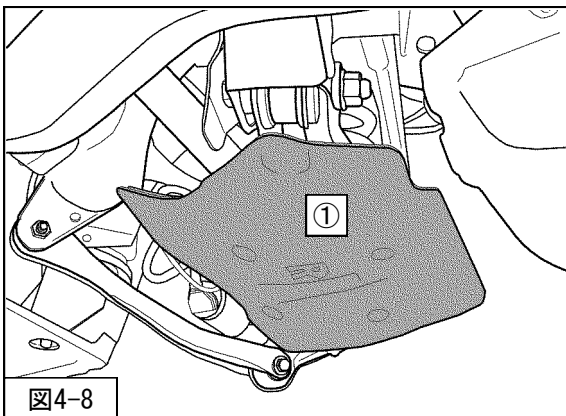

図4-8
9. ①リアサスペンションアームカバーを取付けてください。（図4-8）